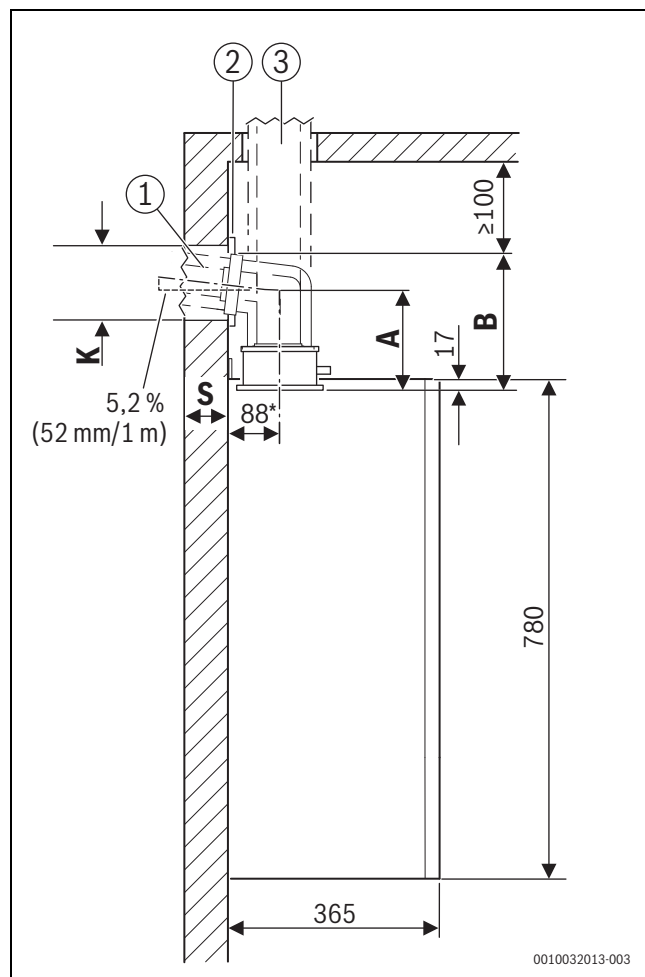

Fig. 2 Vista lateral (mm)
- Si se da el caso, añadir la dimensión del diafragma ([2] en la fig. 2).